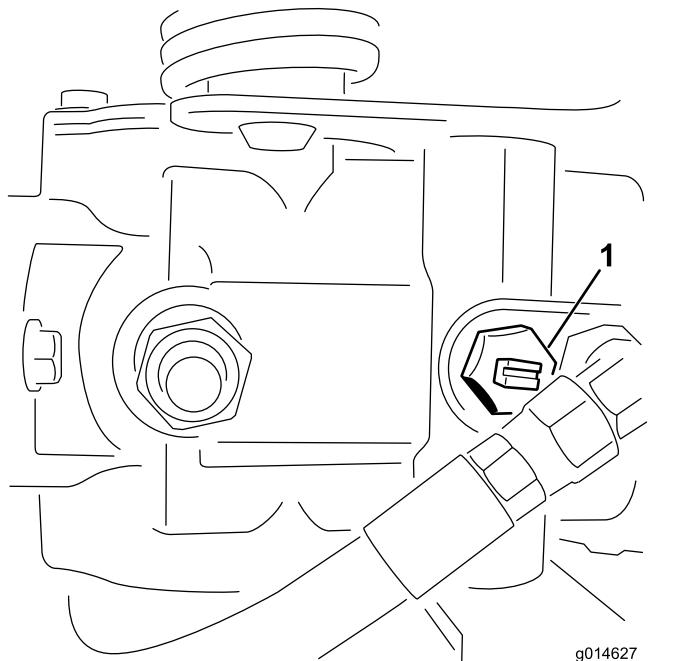

Рисунок 24
- Найдите на насосе перепускной клапан и поверните его так, чтобы паз был вертикален (Рисунок 24).
- Перед запуском двигателя закройте перепускной клапан, повернув его так, чтобы паз находился в горизонтальном положении (Рисунок 24).